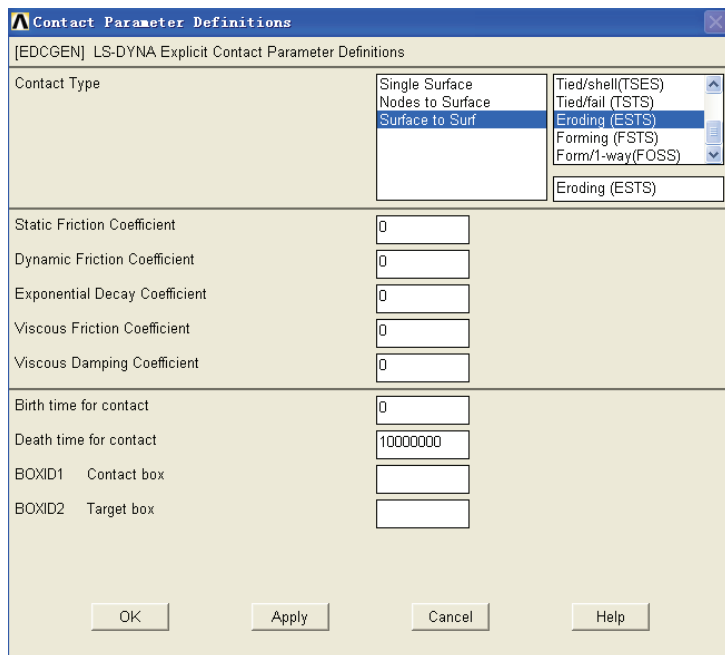
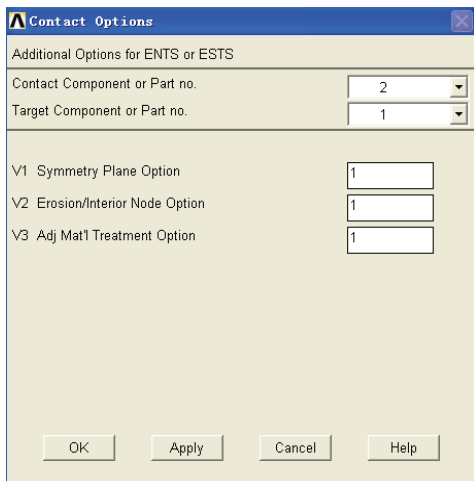

图 5-263 定义接触对话框
图 5-264 接触选项设置对话框
22) 选择 Main Menu | Preprocessor | LS-DYNA Options | Contact | Define Contact 命令, 出现 Contact Parameter Definitions 对话框, 在 Contact Type 列表框中选择 Surface to Surf Eroding (ESTS), 其余选项采用默认设置, 如图 5-263 所示, 单击 OK 按钮, 出现 Contact Options 对话框, 参照图 5-264 对其进行设置, 单击 OK 按钮关闭该对话框。